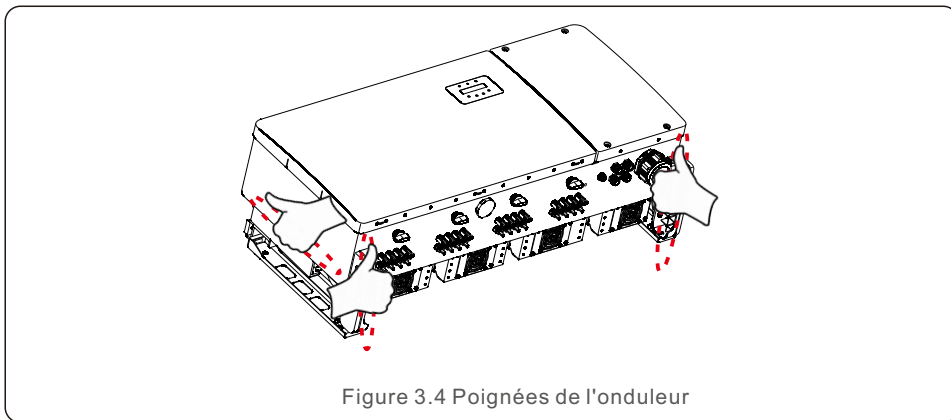

Figure 3.4 Poignées de l'onduleur
2. Deux personnes sont nécessaires pour retirer l'onduleur du carton d'expédition. Utilisez les poignées intégrées au dissipateur thermique pour retirer l'onduleur du carton (voir figure 3.4).